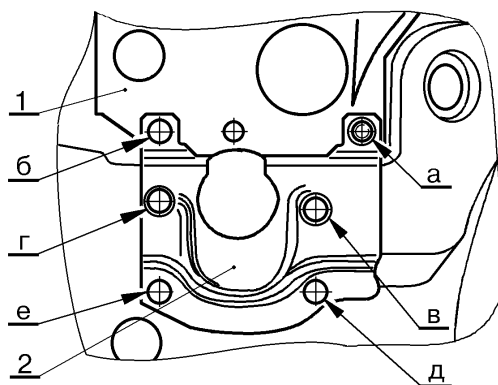
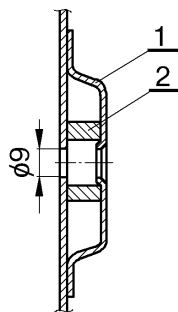

Рис.4. Установка усилителя щитка передка.
Рис.5. Установка распорной втулки в полость усилителя щитка передка.
3.26 Установить кронштейн блока педалей 1, рис.4, на щиток передка и временно закрепить гайками на кронштейне вала рулевого управления (ключ гаечный 13).
3.29 Снять усилитель с кузова автомобиля, установить в закрытую полость две распорные втулки 2, рис.5, под отверстия "в" и "г", рис.4, и обжать втулки (ключ кольцевой 13, головка сменная 13 и вороток, стержень технологический диаметром 15 мм, длиной 150-200 мм и фаской 5мм x 45°, молоток).